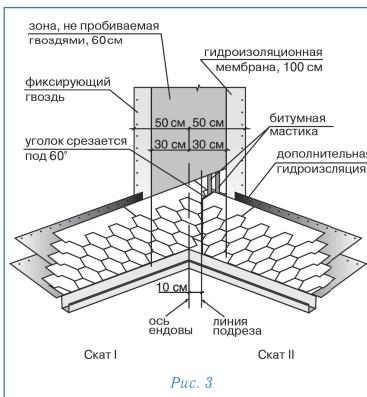

Рис. 3
Ендова (рис. 3)
• лист, подходящий к ендове со ската II, должен доходить до линии подрезки и обрезаться по ней. Верхний уголок обрезанного края листа подрезается под углом 60° (5×3 см — рис. 3);